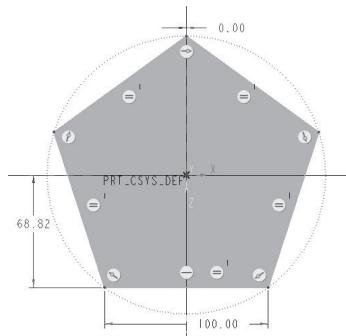
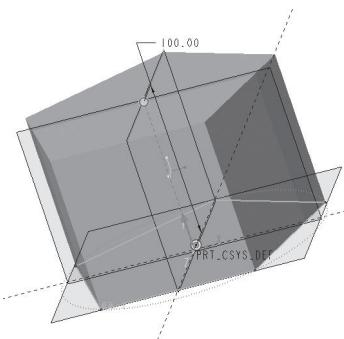

图 2-2-9 草绘截面
图 2-2-10 零件模式
(4) 草绘二维特征截面并修改草绘尺寸值，如图 2-2-9 所示，待重新生成草绘截面后，单击“确定”按钮，回到零件模式，如图 2-2-10 所示。